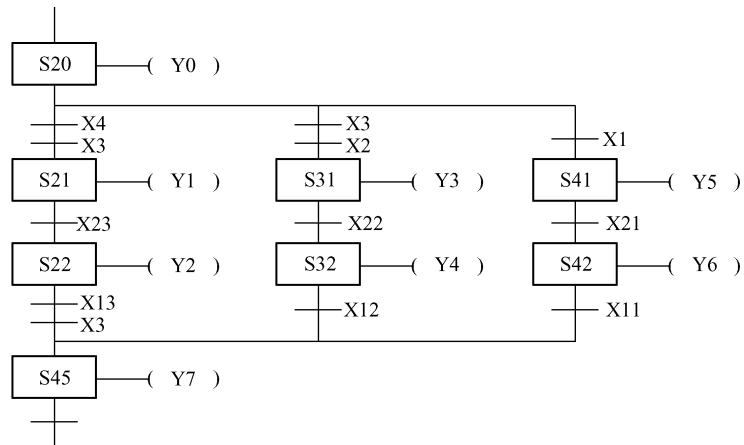

图 5-86 选择性分支状态转移图一
1. 有一选择性分支状态转移图如图 5-86 所示。请对其进行编程。